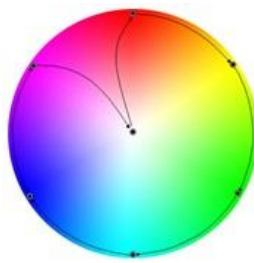

Figura 15. Variación de color
- “[C] Color RGB”: objeto de tres bytes que permitirá establecer directamente la luminosidad de cada componente (entre 0 y 255). Así, el primer byte indicará la luminosidad del canal rojo (R), el segundo byte la del canal verde (G) y el tercer byte la del canal azul (B).
- “[C] Variación de color”: objetos homónimos de uno y cuatro bits que permiten iniciar o interrumpir la secuencia de barrido de color (Figura 15).